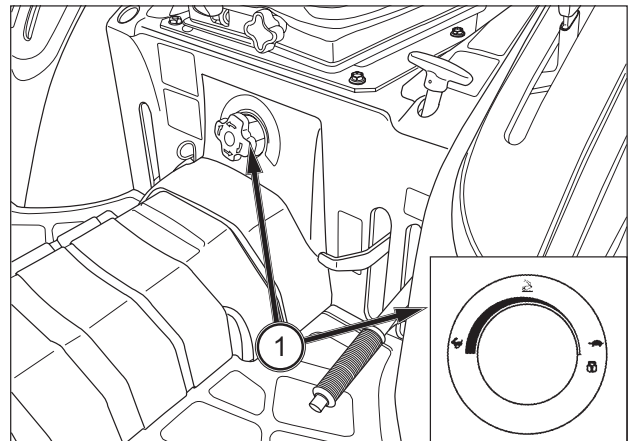

ABB. 60
**ABB. 60:** Der Kontrollknopf für das langsame Absenken (1) stellt die Absenkgeschwindigkeit des Dreipunkthebers und des Anbaugeräts ein. Für langsames Absenken den Knopf im Uhrzeigersinn drehen; für schnelleres Absenken den Knopf gegen den Uhrzeigersinn drehen. Durch Drehen des Knopfes bis zum Anschlag im Uhrzeigersinn wird das Anbaugerät (oder Hubwerk) in angehobener Position festgestellt.